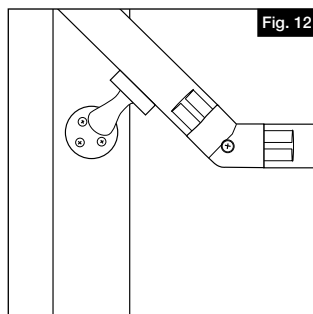

Fig. 12
- b. Assembler et positionner le joint d'étanchéité réglable à l'extérieur de la main courante et serrer le boulon à l'angle approprié (Fig. 12).